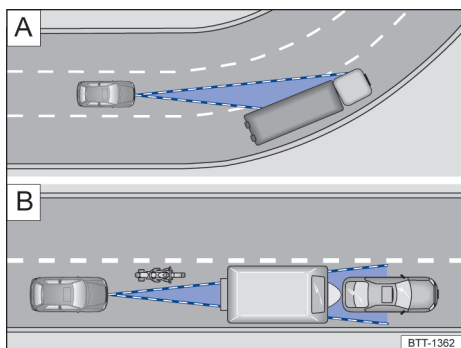

Fig. 146 [A] Condução em curva. [B] Veículos fora da área de alcance do sensor do radar.
O sensor do radar sempre realiza as medições em sentido reto. Por isso, veículos em curvas fechadas podem ser acidentalmente detectados ou veículos a frente podem não ser detectados → Fig. 146 [A].
- Veículos que conduzem fora da área do sensor em pequena distância do próprio veículo, por exemplo, motocicletas → Fig. 146 [B].